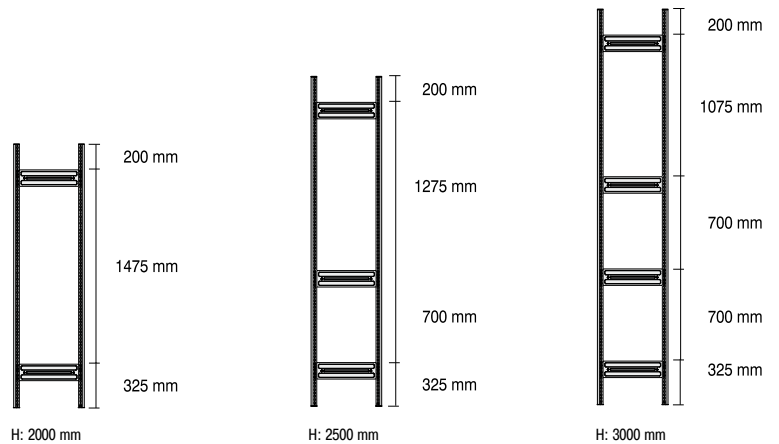

Abb. 2
- (D) Zwei Stützprofile im Abstand der Stützenverbinder anordnen (Abb. 1). Stützenverbinder entsprechend Abb. 2 (die Pfeile zeigen in Richtung des Fußbodens) einsetzen und mit einem Gummihammer o.ä. in die Stützprofile einschlagen.
Achtung! Die Fixierprägung der Stützenverbinder (Abb. 2 a) muss auf beiden Seiten in die Stützprofile einrasten (Abb. 3 a).
Attention! Les connexions d'appui (fig. 2 a) doivent s'enclencher des deux côtés des profils d'appui (fig. 3 a).
- (NL) Twee steunprofielen op de afstand van de steunverbindingsstukken plaatsen (afb. 1). Steunverbindingsstukken overeenkomstig afb. 2 (de pijlen wijzen in de richting van de vloer) inzetten en met een rubberen hamer of dergelijke in de steunprofielen slaan.
Opgelet! De fixeeraadhesie van de steunverbindingsstukken (afb. 2 a) moet aan beide kanten in de steunprofielen sluiten (afb. 3 a).
- (GB) Arrange two support frames at the correct distance for the support connection (fig. 1). Fit the support connections as shown in fig. 2 (the arrow points in the direction of the ground) and use a rubber hammer (or similar) to tap them into the support frames.
Attention! The locking pieces for the support connections (fig. 2 a) must be snapped in position on both sides in the support frames (fig. 3 a).